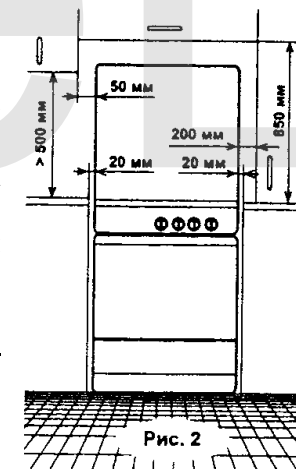

Рис. 2
6.7. Плита должна устанавливаться в помещении на расстоянии не менее 1,5 м от металлических раковин и труб, водопровода, отопления и канализации. Расстояния, которые необходимо выдержать при установке плиты, показаны на рис. 2
**ПОМНИТЕ!** После установки плиты, обязательно проверьте положение гибкого шланга подвода газа и шнура питания (рис.2). Они не должны проходить над дымоходом и касаться задней стенки плиты, так как во время работы жарочного шкафа плита сильно нагревается.